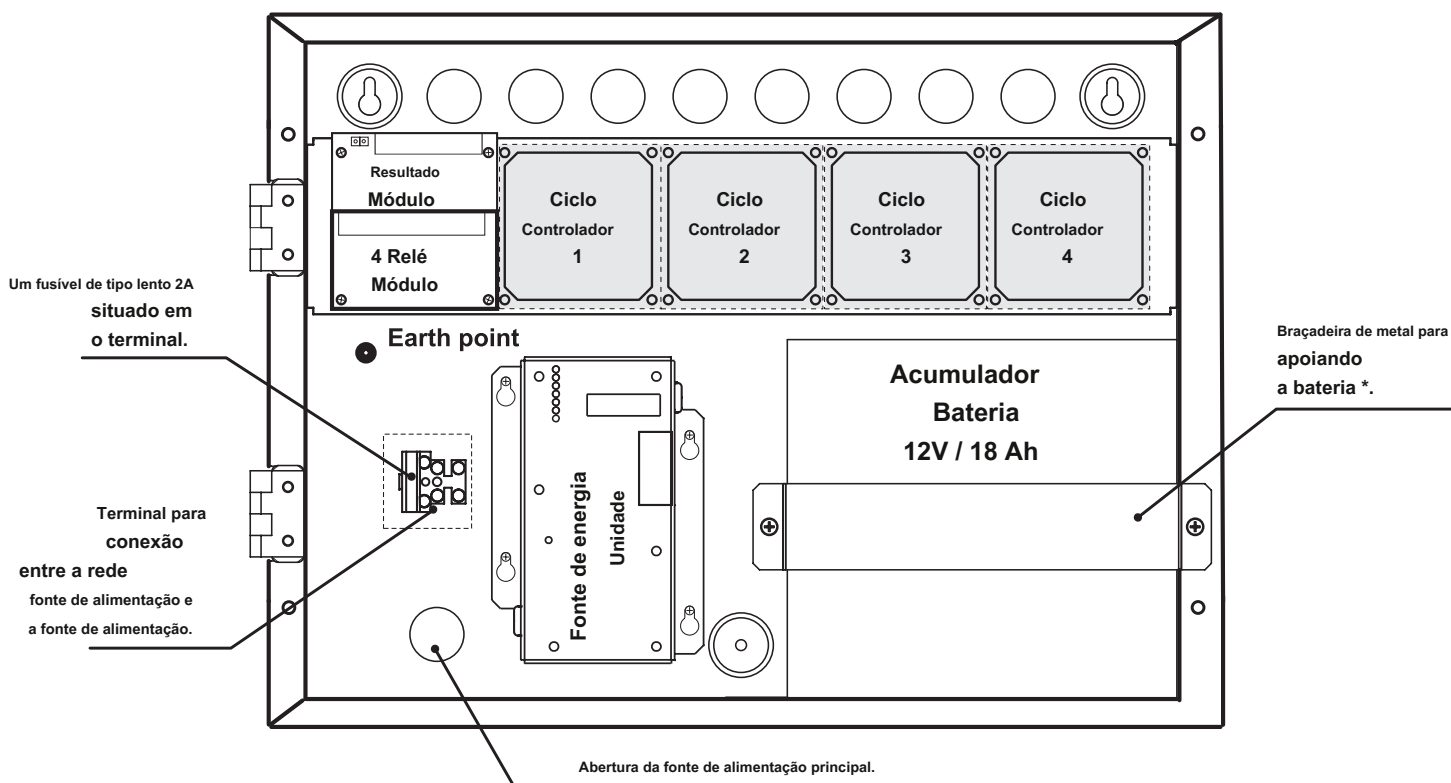

Figura 10. Configuração dos módulos básicos nos painéis IRIS P e IRIS M (Modelo: PRO).
- Posicione a bateria do acumulador na posição vertical e fixe a braçadeira de metal - Figura 10.